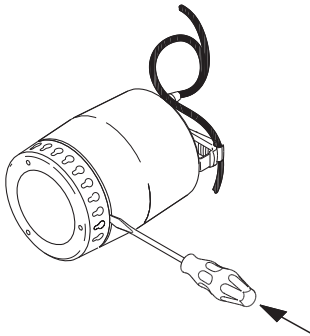

Fig. 10 Cómo extraer el filtro de aspiración
3. Extraer el filtro de aspiración. Introducir un destornillador entre el manguito de la bomba y el filtro, y empujar con fuerza. Repetir el mismo paso en diferentes lugares a lo largo del filtro hasta que quede suelto y pueda extraerse. Ver fig. 10.